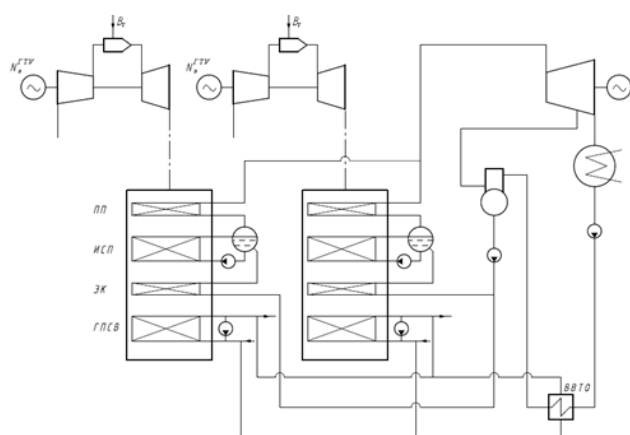

Figure 1 Рис. 1. Принципиальная тепловая схема ПГУ
1. Принципиальная тепловая схема ПГУ, выполненной по схеме дубль-блока, показана на рис. 1.